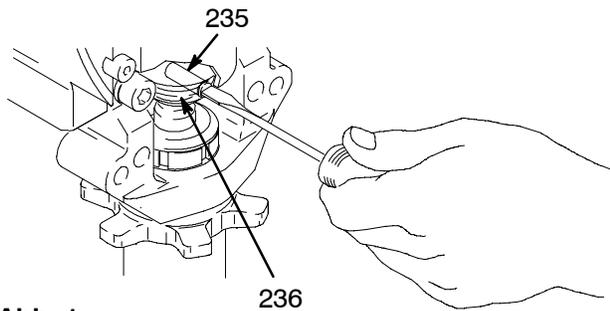

Abb. 1
3. Saugrohr (34) von der Pumpe abschrauben; mit einem Schraubenschlüssel das Einlassventil (A) der Pumpe halten, damit sich die Pumpe nicht lösen kann.
4. Auslassschlauch (100) der Pumpe vom Auslassnippel (60) der Unterpumpe abnehmen.
5. Abb. 1. Mit einem Schraubenzieher die Haltefeder (236) an der Oberseite der Pumpe nach oben drücken. Den Stift (235) herausdrücken.